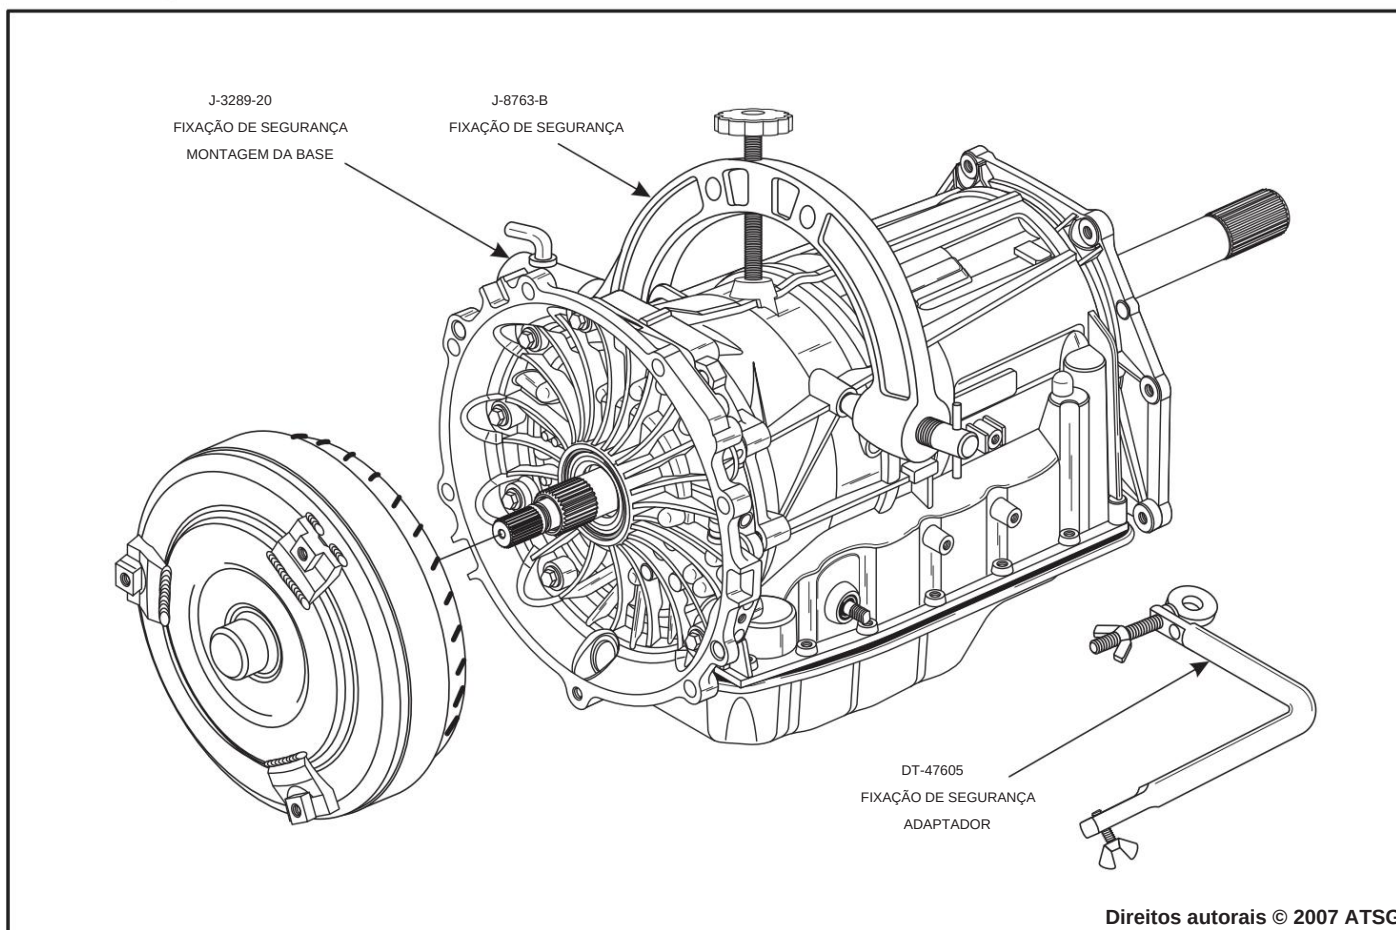
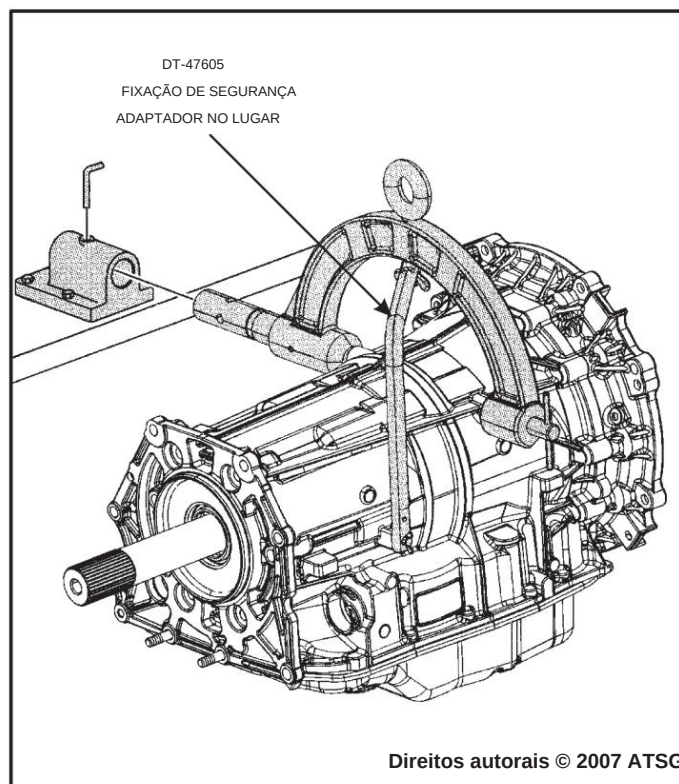

Figura 37
Figura 38
1. Remova o conversor de torque, conforme mostrado na Figura 37.
2. Instale o acessório de fixação J-8763-B, conforme mostrado na Figura 37, usando o adaptador de fixação DT-47605, se necessário, mostrado no lugar na Figura 38.